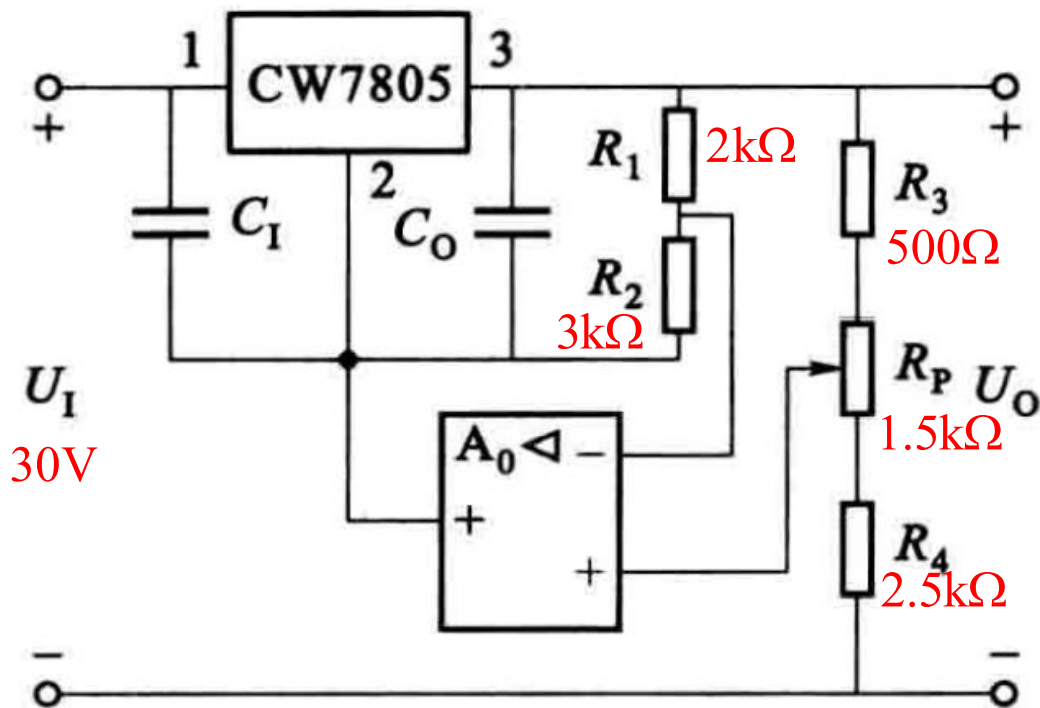

图 8.06 习题 8.2.8 的电路
8.2.8 图 8.06 所示是由 CW7805 和集成运放等组成的输出电压可调的稳压电路。设 $U_I = 30\text{ V}$, $R_1 = 2\text{ k}\Omega$, $R_2 = 3\text{ k}\Omega$, $R_3 = 500\text{ }\Omega$, $R_4 = 2.5\text{ k}\Omega$, $R_P = 1.5\text{ k}\Omega$ 。试求调节 R_P 时输出电压 U_O 的最大值和最小值。
8.2.8 图 8.06 所示是由 CW7805 和集成运放等组成的输出电压可调的稳压电路。设 $U_I = 30\text{ V}$, $R_1 = 2\text{ k}\Omega$, $R_2 = 3\text{ k}\Omega$, $R_3 = 500\text{ }\Omega$, $R_4 = 2.5\text{ k}\Omega$, $R_p = 1.5\text{ k}\Omega$ 。试求调节 R_p 时输出电压 U_O 的最大值和最小值。